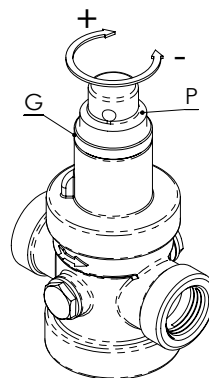

РИС. 3B/ FIG. 3B
Regolazione Art. T15C: Для изменения давления на выходе достаточно ослабить шайбу (G) и повернуть прижим пружины P как показано на Рис. 3B; при повороте по часовой стрелке давление на выходе увеличивается, при повороте против часовой стрелки давление на выходе уменьшается. Регулировка давления должна выполняться при закрытой системе.
Regulation for type T15C: to modify the outlet pressure, unscrew the ring (G) and turn the stem P as shown in Fig. 3B; by turning clockwise, the outlet pressure will increase, by turning anti-clockwise, the outlet pressure will decrease. The correct regulation of the pressure has to be done while circuit is closed.